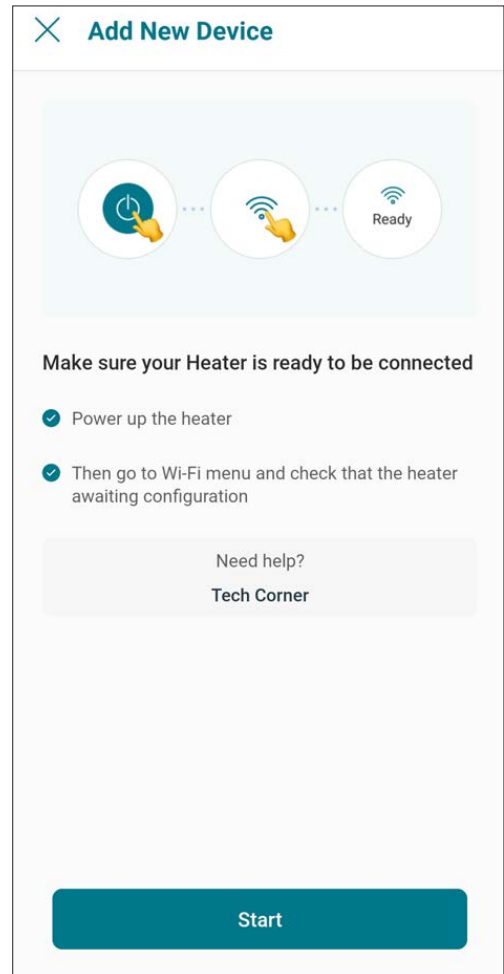

Figure 74. Contrôlez votre appareil
2. L'écran « Check your device » (Contrôlez votre appareil) s'affiche. Assurez-vous que chauffe-piscine Crosswind V est alimenté et qu'un signal Wi-Fi est disponible dans la zone, puis appuyez sur le bouton « Start » (Démarrer). Voir Figure 74.